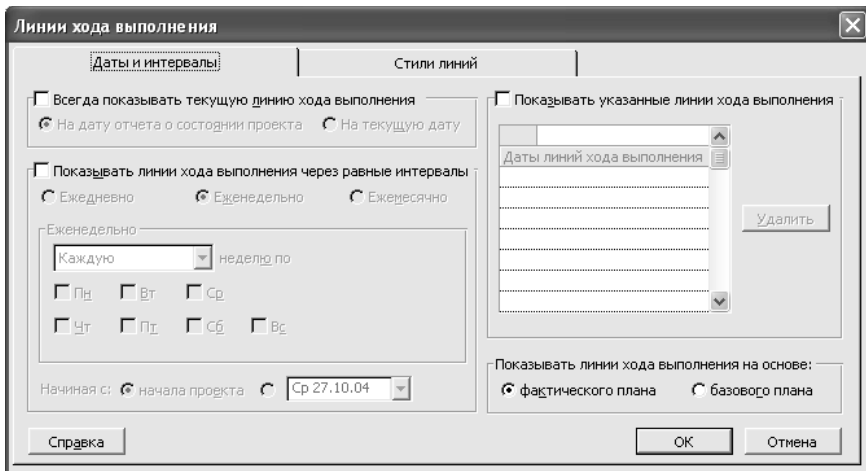

Рис. 53. Налаштування ліній графіку виконання проекту
2. У меню **Сервіс** з підміню **Відстежування** виберіть команду **Лінії ходу виконання** (рис. 53).